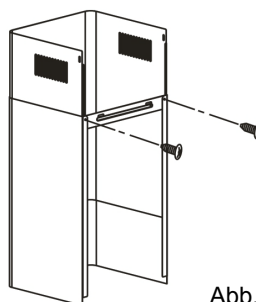

Abb. 8
- Schrauben Sie die flache Gabel an die hintere untere Seite der Rohrabdeckung.(Abb.8)